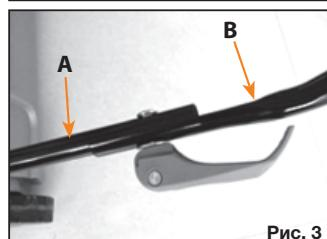

Рис. 3
4. Соедините нижнюю часть **A** и среднюю часть рукоятки **B** с помощью крепежных клипс, болтов и шайб (рис. 3)